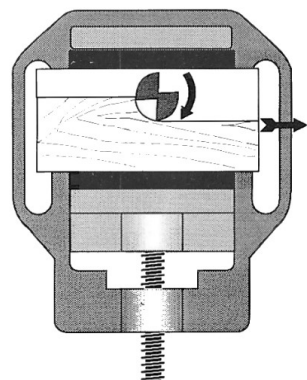
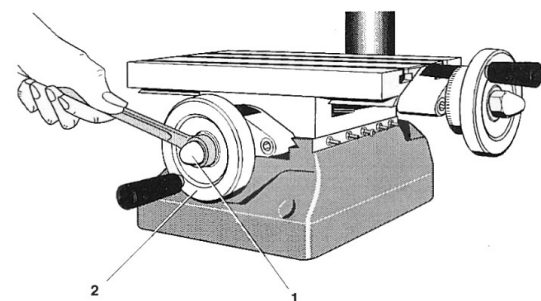

Fig. 5
Fig. 6
5. Vorschubrichtung beim Fräsen einer Falz (Fig. 5).
2. Hutmutter 1 (Fig. 6) mit einem Ringschlüssel lösen.
3. Handrad (2) nachstellen und mit der Hutmutter kontern.
5. Advancement direction for rebating (Fig. 5).
2. Loosen the cap nut 1 (Fig. 6) with a ring spanner.
3. Adjust the hand wheel (2) and tighten it with the cap nut.
5. Sens de l'avance pour le fraisage d'une mortaise (fig. 5).
2. Desserrer l'écrou-chapeau 1 (fig. 6) à l'aide d'une clé polygonale.
3. Rattraper le jeu au volant (2) et resserrer l'écrou-chapeau.
5. Direzione d'avanzamento nella fresatura di una scanalatura (fig. 5).
2. Allentare il dado a cappello 1 (fig. 6) con una chiave ad anello.
3. Registrare il volantino (2) e assicurarla con il dado a cappello.